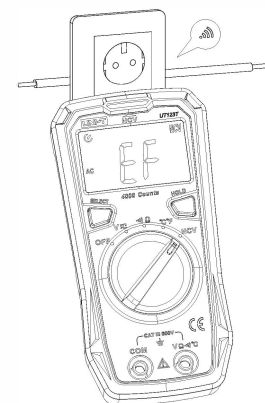

Рис. 3
4.5 Бесконтактный детектор электромагнитного поля (Рис. 3)